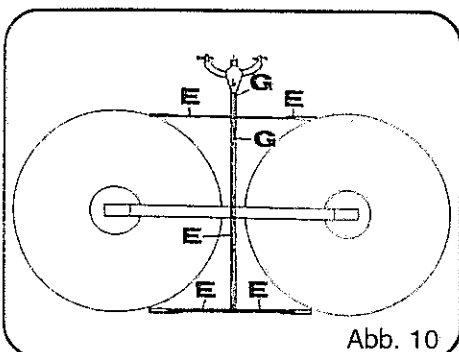

Abb. 10
- Klemmlaschen unterhalb des hinteren Warntafelhalters und des vorderen Schutzbügels mit beiliegenden Moosgummi auslegen (Abb. 10, Pos. E).
- Im Bereich des Rahmens das Kabel an den Hydraulikschlauch mit Kabelbindern befestigen. (Abb. 10, Pos. G)